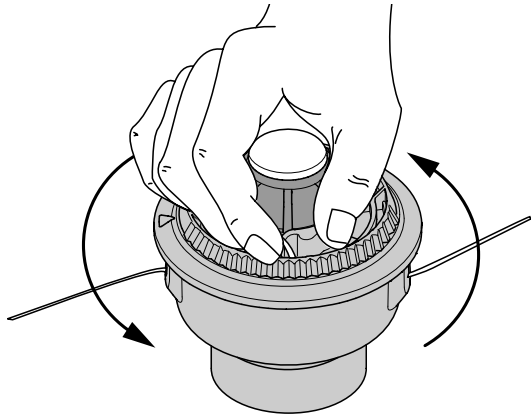

Fig. 18
- Sostenga la bobina exterior. Bobine el carrete interior en sentido antihorario hasta que queden alrededor de cuatro (4) pulgadas (102 mm) de línea (Fig. 18).